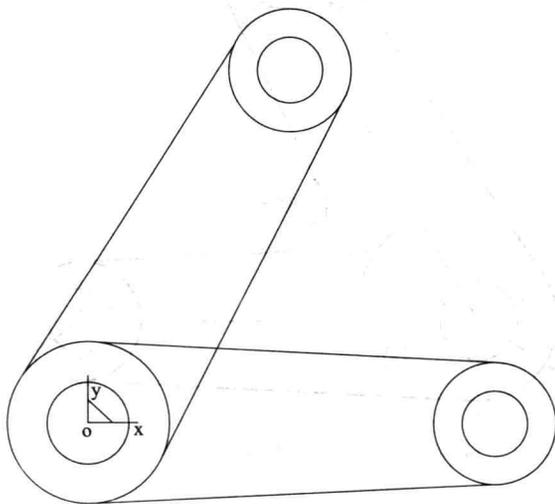

图 1.8 旋转复制图形
(3) 单击“旋转”图标，选择“拷贝”→输入拷贝份数 1→输入角度值 60，捕捉 R20 圆原点为旋转中心点，选择旋转图形，右击结束，完成结果如图 1.8 所示。